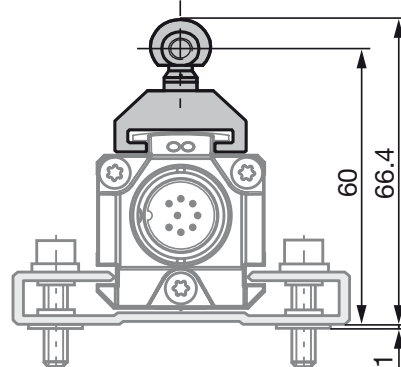
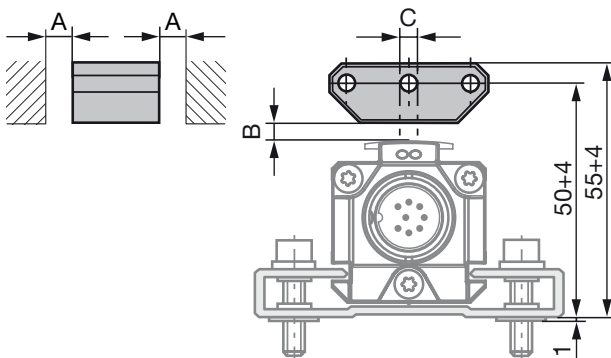
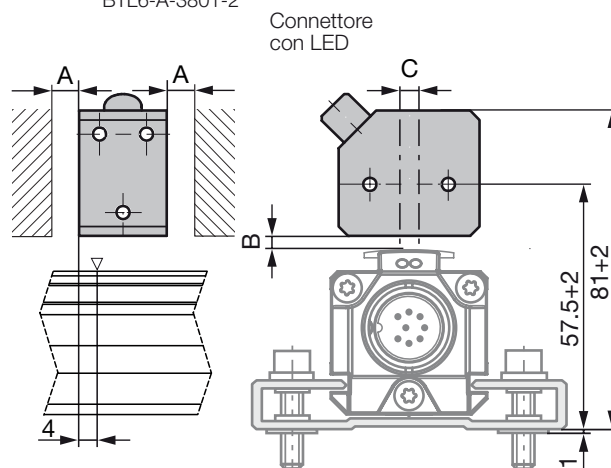

Fig. 4-1: Dimensioni e distanze con il datore di posizione BTL5-F-2814-1S
Fig. 4-4: Dimensioni e distanze con il datore di posizione BTL5-P-3800-2
Fig. 4-8: Dimensioni e distanze con il datore di posizione BTL5-P-4500-1 con generazione elettrica del campo magnetico (24 V/100 mA)
i Il trasduttore di posizione Micropulse in corpo profilato è idoneo sia per datori di posizione liberi, cioè operanti senza contatto (vedere dalla Fig. 4-4 alla Fig. 4-8) che per datori di posizione guidati (vedere Fig. 4-1 e Figura Fig. 4-3).
- La distanza A fra il datore di posizione e i componenti costituiti da materiale magnetizzabile deve essere di almeno 10 mm (vedere dalla Fig. 4-4 alla Fig. 4-8).
- Per la distanza B fra il datore di posizione e il trasduttore di posizione e per lo sfasamento C (vedere dalla Fig. 4-4 alla Fig. 4-8) devono essere rispettati i seguenti valori:
Il campo di misura è spostato di 4 mm in direzione del connettore del trasduttore di posizione (vedere Fig. 4-8).